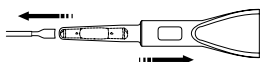

Fig. 15
9. Dra ICL-en eller TICL-en sakte inn i sylindren mens du beveger patronen i motsatt retning. Observer ICL-ens eller TICL-ens posisjoneringsmerker på begge sider av optikken for å bekrefte innretning mens du fører frem ICL-en eller TICL-en. Fortsett denne prosessen til ICL-en eller TICL-en er plassert i patronen slik at den fremre kanten er ved siden av patronens ende. Slipp ICL-en eller TICL-en og fjern tangen. (Fig. 15)